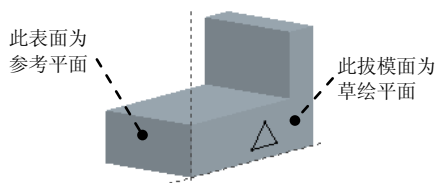

图 4.1.6 定义草绘属性
(2) 在 **分割** 选项卡中单击 **定义...** 按钮，进入 **草绘** 环境；设置图 4.1.6 中的 **拔模面** 为 **草绘** 平面，图中另一表面为参考平面，方向为 **左**；绘制图 4.1.6 所示的草图（三角形）。